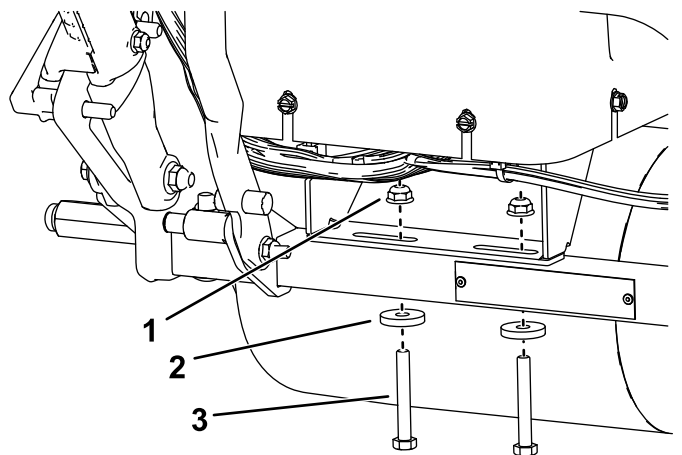

Figura 11
2. Instalezi ansamblul din spate al suportului montat pe cadru, aa cum se arată în Figura 11.